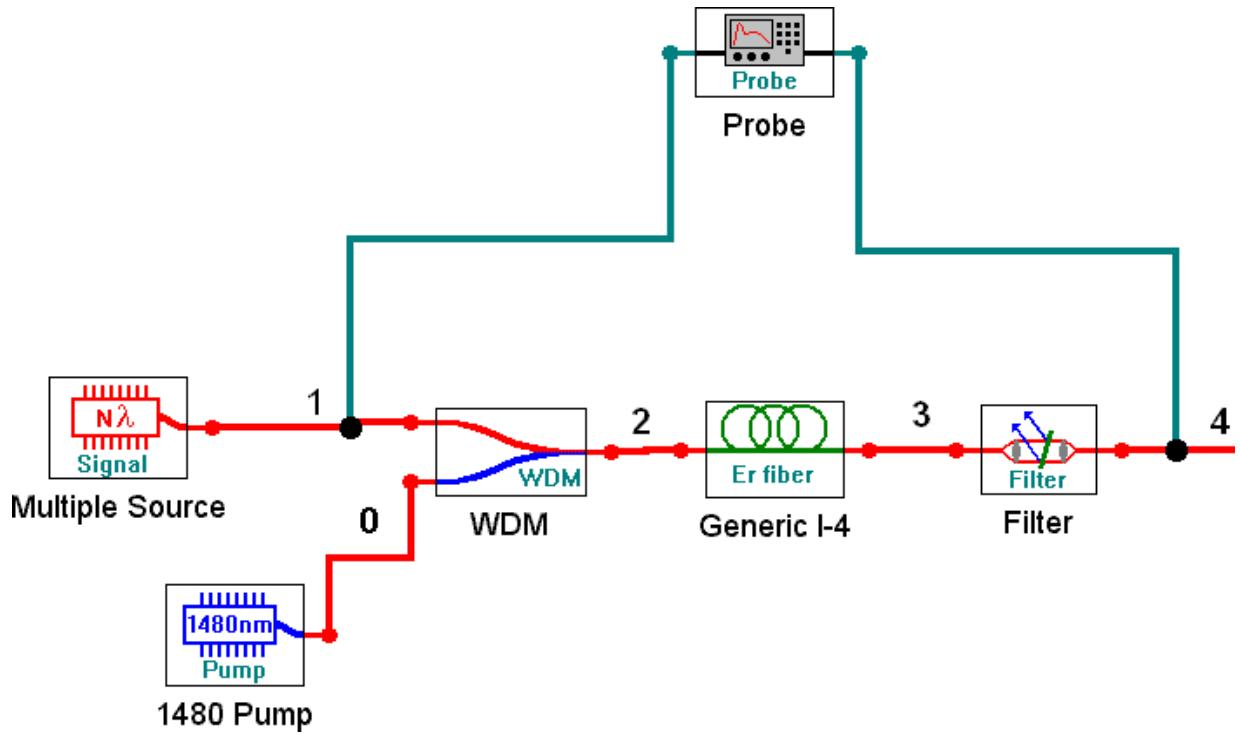

Рис. 3.1. Упрощенная схема ОУ с попутной накачкой на ОВ, легированном эрбием.
2. Соберите схему исследования эрбиевого ОУ с попутной накачкой (рис. 3.1). Установите параметры источника излучения *Nλ signal*, оставив в диапазоне от 1520 до 1560 нм 11 длин волн с уровнем мощности  $-30$  дБм. Установите длину эрбиевого ОВ согласно табл. 2.1. Установите уровень мощности накачки 20 дБм на длине волны 1480 нм.